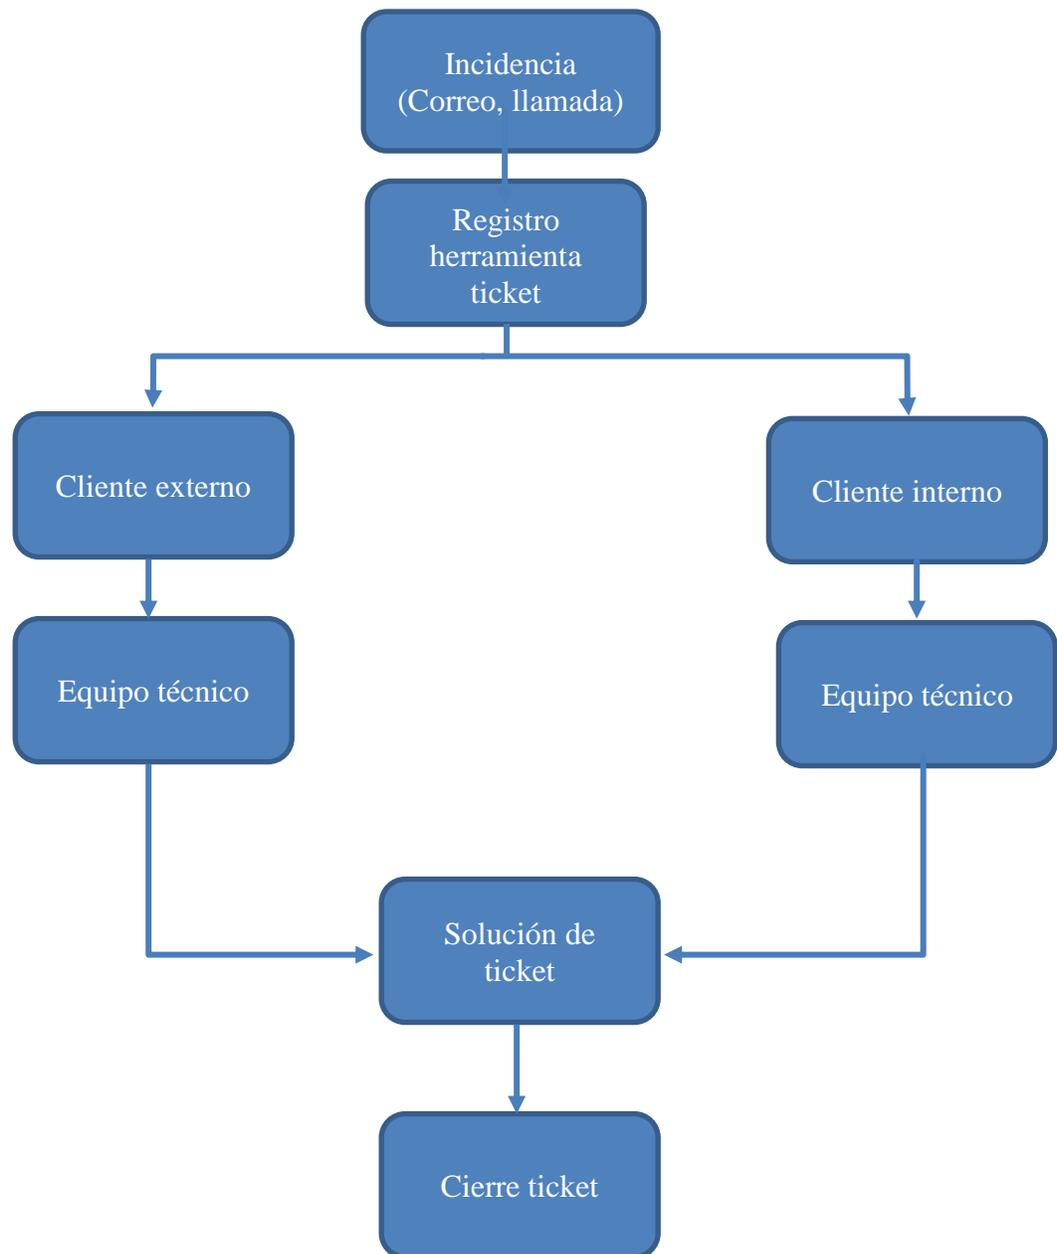

Figura 6. Mapa de proceso. Fuente: Propia.
3.1.5 Mapa de procesos proyecto implementado. En la figura 6, se muestra el mapa de procesos actual.